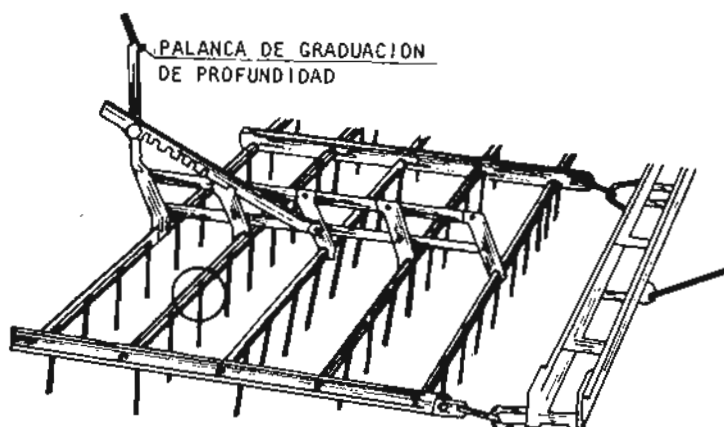

Fig. 2
- b Gradúe profundidad accionando la palanca de levante de todos los dientes o deslizándolos verticalmente uno a uno (figs. 2 y 3).